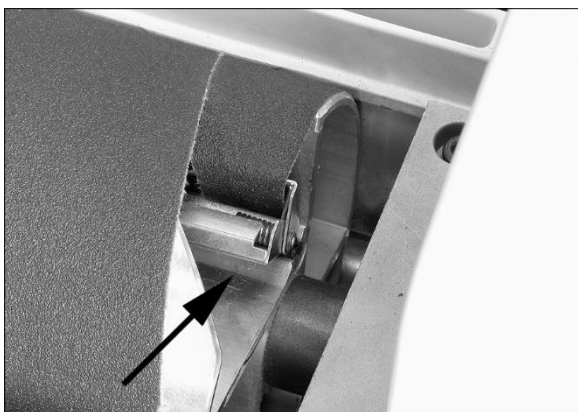

Figure 6-9
5. Pressez le releveur interne (Figure 6-9) et insérez l'extrémité arrière de la bande aussi loin que possible. Si nécessaire, taillez l'extrémité effilée de la bande abrasive.